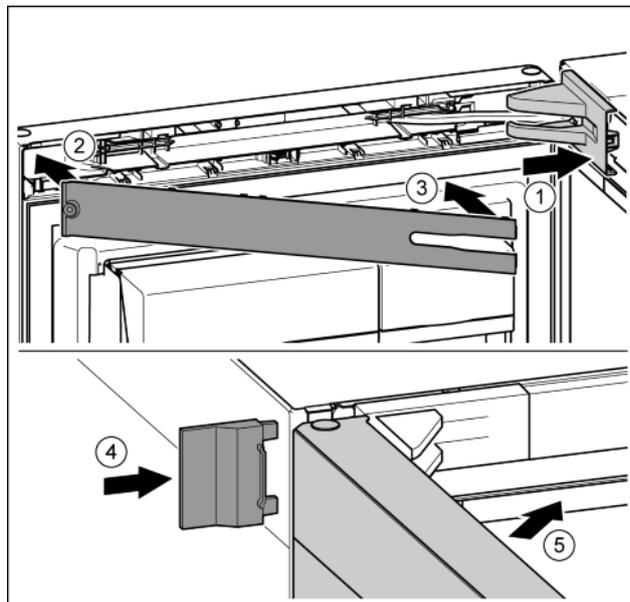

Fig. 46
- ▶ Stavite pokrov podloška ležaja i pustite ga da uskoči, po potrebi ga oprezno razdvojite. Fig. 46 (1)
- ▶ Stavite masku. Fig. 46 (2)
- ▶ Zakrenite masku i pustite da uskoči. Fig. 46 (3)
- ▶ Nataknite vanjski pokrov. Fig. 46 (4)
- ▶ Zatvorite gornja vrata. Fig. 46 (5)